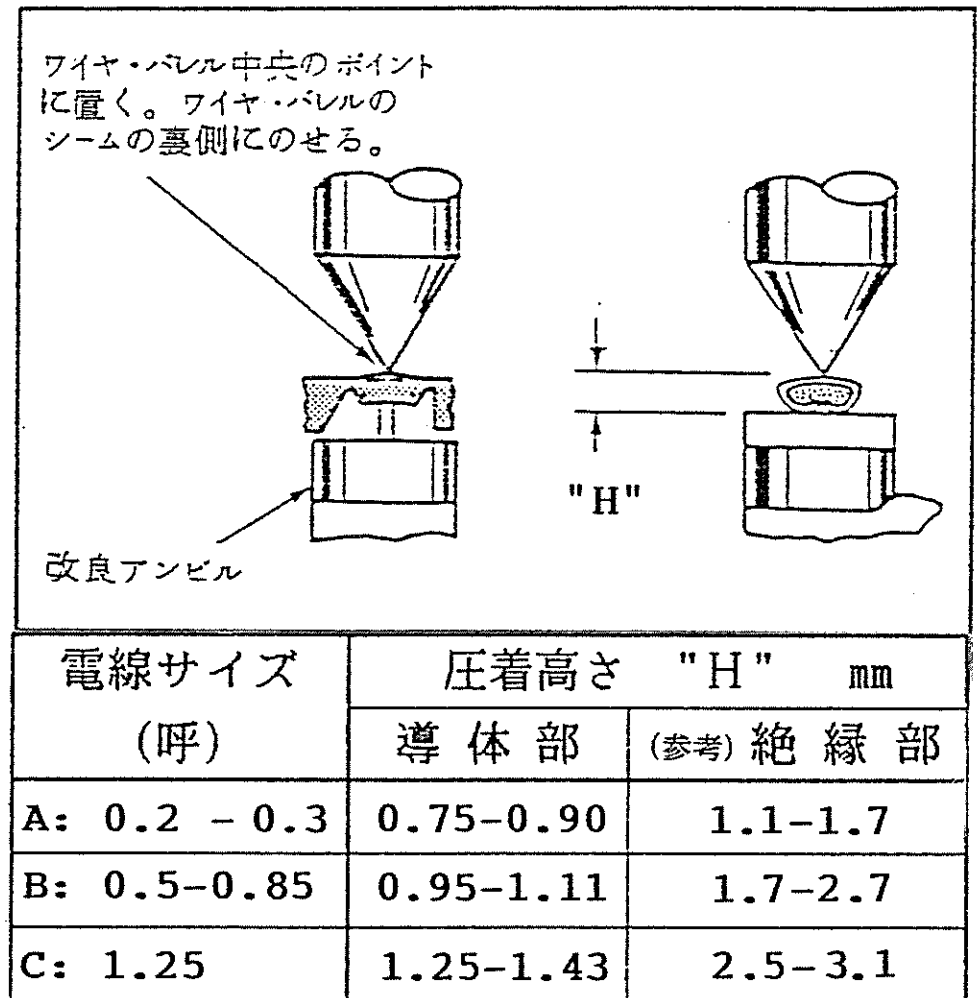

Figure II-1
この検査にはFig. II-1に示すような改良アンビルを付けたマイクロメーターが必要です。
1. Fig. II-1の図を参照し、図に記載された圧着部ごとにコンタクトおよびワイヤ(最大サイズ)を選定します。
3. 圧着高さを測定するよう改造したマイクロメーターを使用し、Fig. II-1に示されているようにして、ワイヤ・パレルの圧着高さを測定します。圧着高が図に示されたものと一致したら、工具は寸法的に正しい